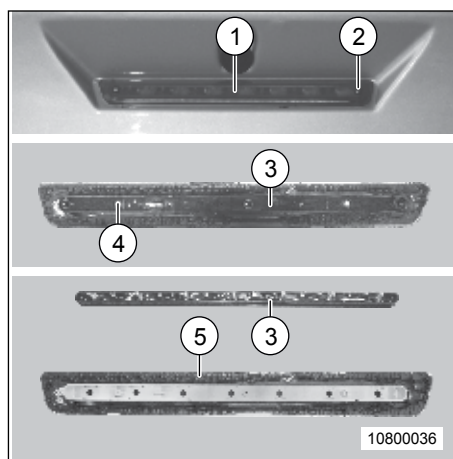

Fig. 169 Troisième feu stop
→ Pour remonter le troisième feu stop (Fig. 169, pos. 1), appliquer du mastic d'étanchéité frais (Fig. 169, pos. 5). Le mastic d'étanchéité est en vente chez les partenaires de service Carthago.
1. Dévisser les vis (Fig. 169, pos. 2) du troisième feu stop (Fig. 169, pos. 1).
2. Enlever le troisième feu stop (Fig. 169, pos. 1). En raison du mastic d'étanchéité, ceci demande un peu d'énergie est nécessaire.
3. Sur la face arrière du troisième feu stop (Fig. 169, pos. 1), retirer les vis (Fig. 169, pos. 4) de la baguette en plastique (Fig. 169, pos. 3).
4. Enlever la baguette en plastique (Fig. 169, pos. 3) et remplacer l'ampoule.